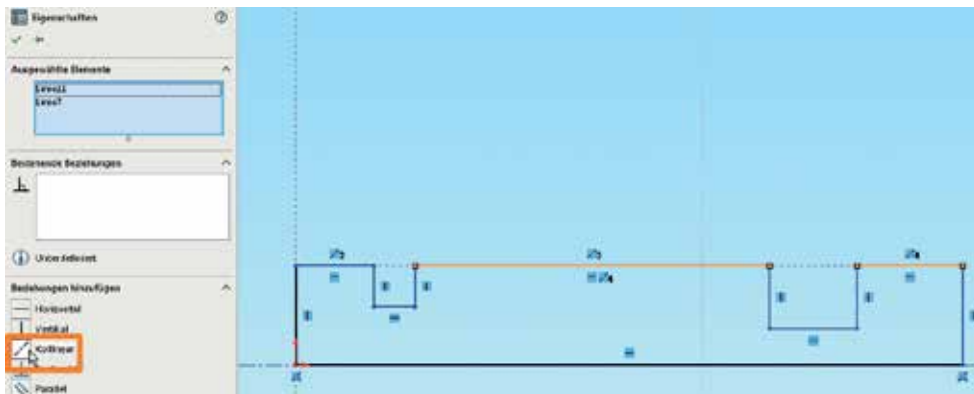

Abb. 3.4:
- Markieren Sie mit **Strg** die beiden Randlinien und das Mittelstück (Abb. 3.4).